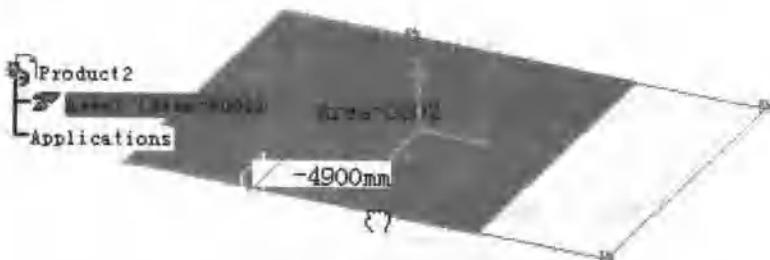

图 1-10 拖曳轮廓
(3) 要使区域沿着某一条边移动，将光标放在这条边上，按住鼠标可沿该边的两个方向拖曳（如图 1-10 所示）。